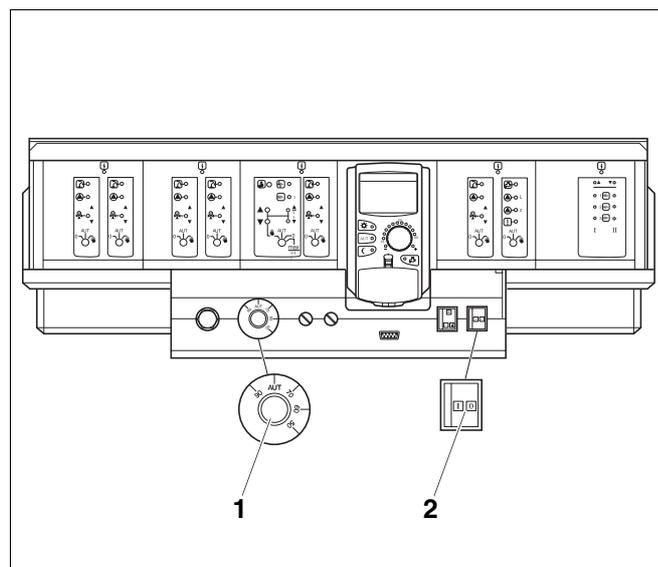

Fig. 34 Sistema di regolazione Logamatic 4000
- Per il riarmo portare l'interruttore di esercizio (fig. 34, **pos. 2**) nella posizione "0" (Off).
Dopo un tempo di attesa di circa 3 secondi, portare l'interruttore di esercizio (fig. 34, **pos. 2**) nella posizione "I" (On). Se il bruciatore non dovesse reinserirsi dopo ripetuti azionamenti dell'interruttore di esercizio, (vedere capitolo 11 "Eliminazione delle disfunzioni", pag. 58).